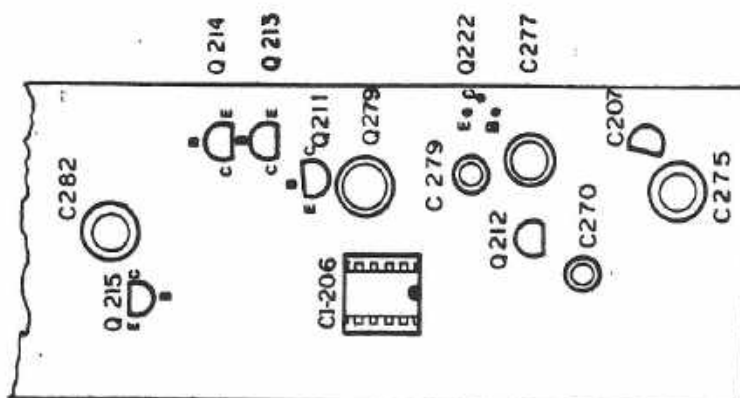

FIG. 8 B
-Desligar a saída do excitador (vide fig.8) do estágio final, conectar o wattímetro (em série com a carga) a saída do excitador, acionar o transmissor (via tecla PTT) no canal intermediário, ajustar L 211, L 212, L 213, L 214, L 215, L 216, L 217, L 218, L 220 e L 221 (vide figura 6) para se obter a máxima potência de RF no wattímetro, normalmente a potência de saída do excitador varia de 2,7 a 3,5 W.